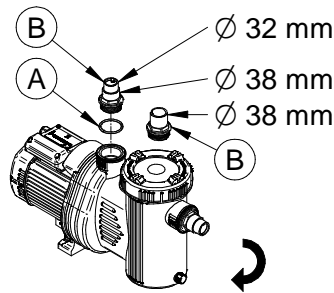

Fig. 131
1. Positionner les bagues toriques (Fig. 131, # A) sur les embouts (Fig. 131, # B).
2. Visser les deux embouts (Fig. 131) à l'*aspiration* et au *refoulement* de la pompe.